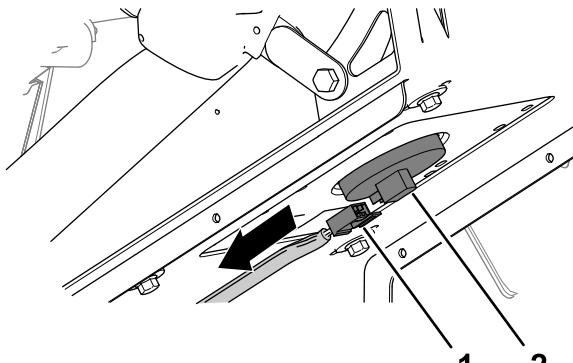

Figura 3
1. Togliete il connettore a 2 prese del cablaggio preassemblato della macchina collegato al connettore dell'interruttore del sedile (Figura 3).